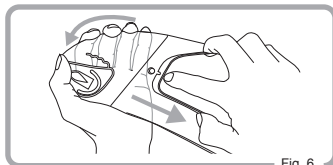

Fig. 6
- ① Avlägsna visiret från hjälmen.
- ② Avlägsna Pinlock® Insättningslins original från excentersprintarna genom att böja på visiret. (Fig.6)